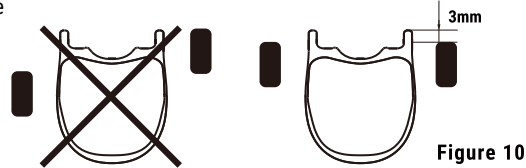

Figure 10
2. Lors du montage et du réglage des patins de frein de jante, veuillez vous assurer que la position des patins est à au moins 3 mm du bord de la jante (Fig. 10). Un montage plus près du bord de la jante peut entraîner une surchauffe pendant un freinage continu ou endommager la fibre de carbone. Un mauvais réglage des patins de frein annulera la garantie.